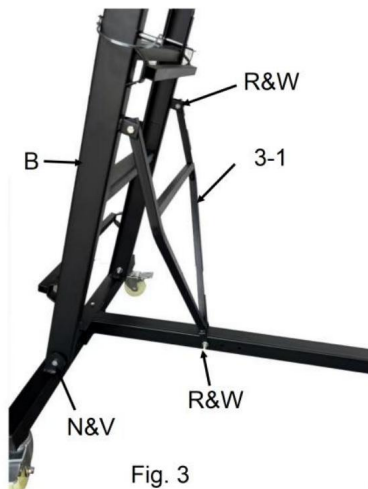

Fig. 3
3. Installez l'ensemble échelle (B) en insérant un boulon de cadre (N) de chaque côté de la base d'un contre-écrou 1 (V). Faites pivoter le support d'angle de l'échelle (Fig. 3 3-1) dans les trous de réglage de la hauteur (3-2). Assurez-vous que la barre transversale est fermement en place.